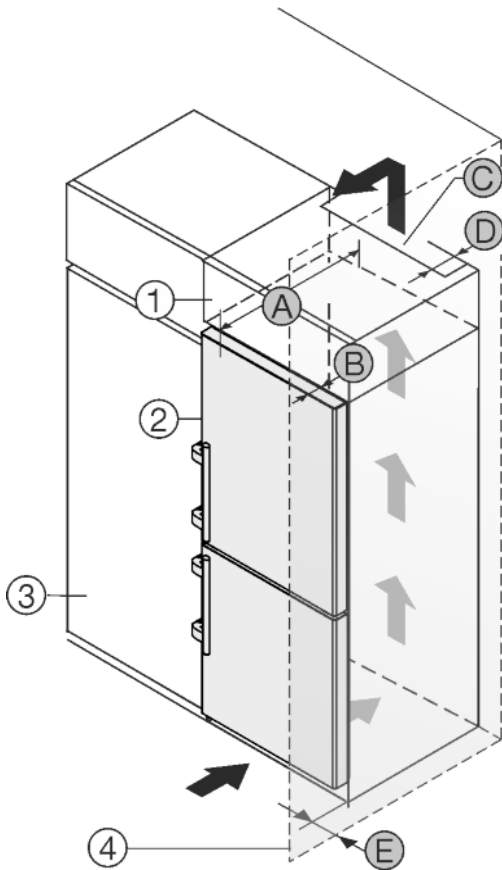

Fig. 50
Устройство может быть окружено кухонными шкафами. Чтобы уравнять устройство Fig. 50 (2) по высоте с кухонной стенкой, можно установить над устройством дополнительный шкафчик Fig. 50 (1).
Установить устройство можно непосредственно рядом с кухонным шкафом Fig. 50 (3). Чтобы можно было полностью открыть двери, устройство должно выступать на глубину Fig. 50 (B) относительно передней стенки кухонного шкафа. В зависимости от глубины кухонных шкафов и использования пристенных распорок устройство может выступать и больше.
- На задней стенке дополнительного шкафчика должен быть вентиляционный канал с глубиной Fig. 50 (D) по всей ширине этого шкафа.
- Нужно соблюдать вентиляционное отверстие Fig. 50 (C) под нижней панелью.
Если устройство установлено на шарнирах у стены Fig. 50 (4), то нужно соблюдать расстояние Fig. 50 (E) между устройством и стеной. Настолько выступает ручка при открытой дверце.